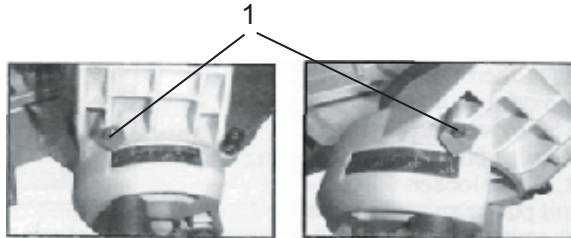

Рис. 7
2. Юстировка нахилу пильного диска (Рис. 7):